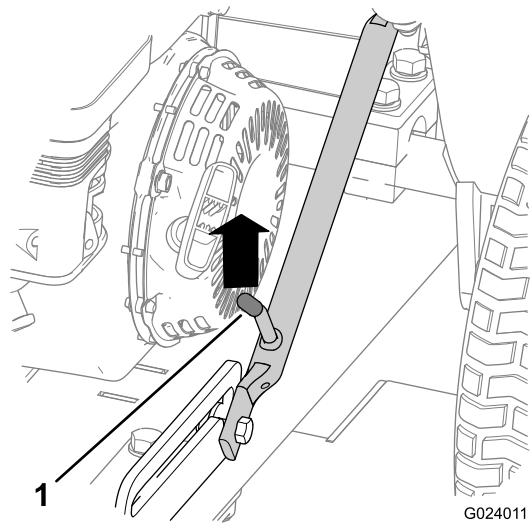
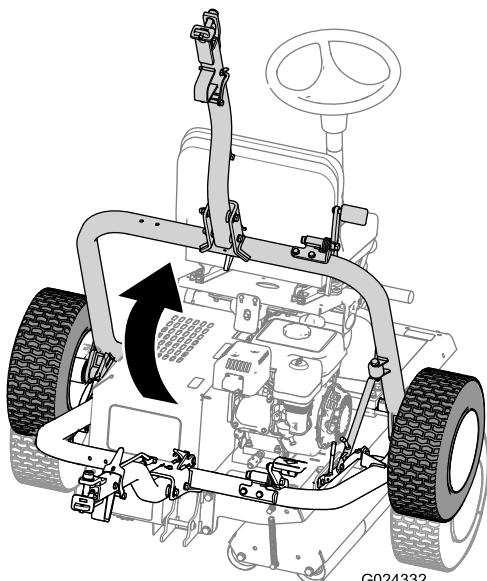

図 16
図 20
- A. ラッチレバーがスライドディテントから外れるまで、ヒッチアセンブリを押し上げる図 16。
- D. ヒッチを上げて図 20、ラッチのレバーをスライドディテントにロックする図 16。